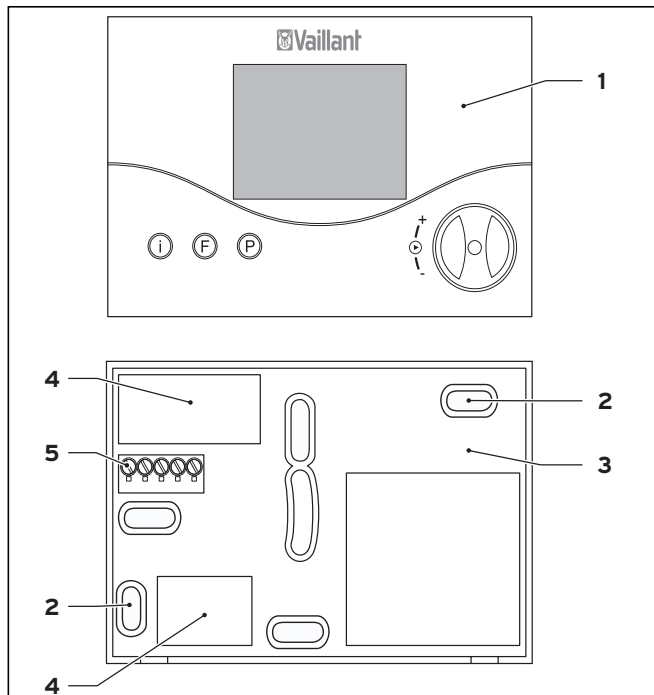

Abb. 4.11 Fernbedienung montieren
- Schließen Sie das Steuerkabel entsprechend der Abbildung 4.11 an die eBUS-Klemmen „+“ und „-“ an.